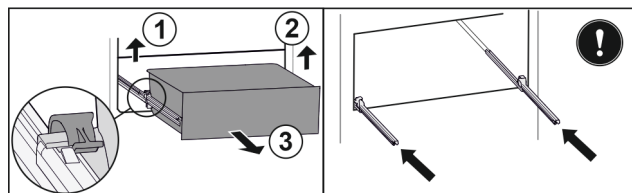

Fig. 136
- ▶ Zvedněte levou svorku a současně vytáhněte zásuvku vlevo dopředu. Fig. 136 (1)
- ▶ Zvedněte pravou svorku a současně vytáhněte zásuvku vpravo dopředu. Fig. 136 (2)
- ▶ Vyjměte zásuvku dopředu. Fig. 136 (3)